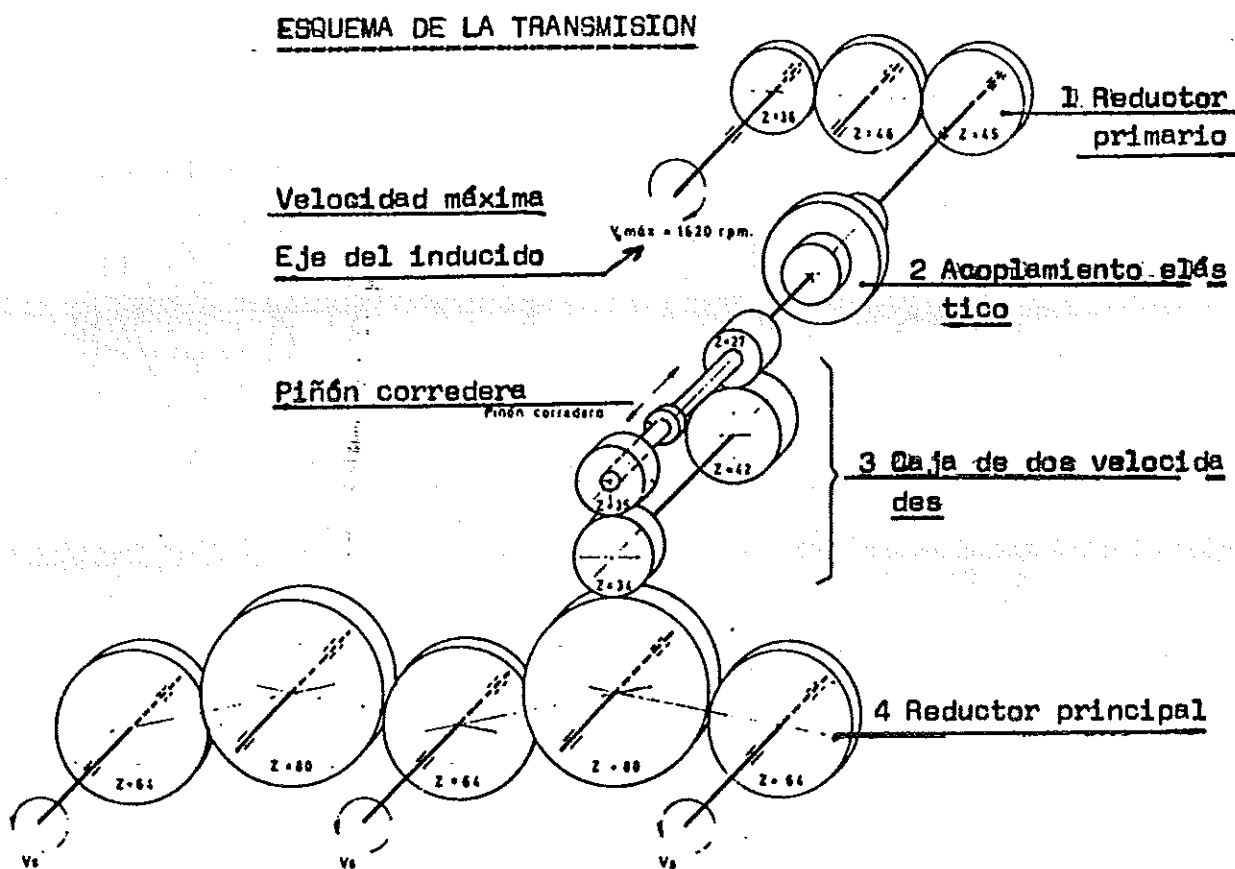

Figura 10
- Motor de tracción (figura 6/1), Reductor primario (figura 10/1). Acoplamiento elástico (figura 10/2). Cambio neumático de dos velocidades (figura 10/3). Reductor principal (figura 10/4).